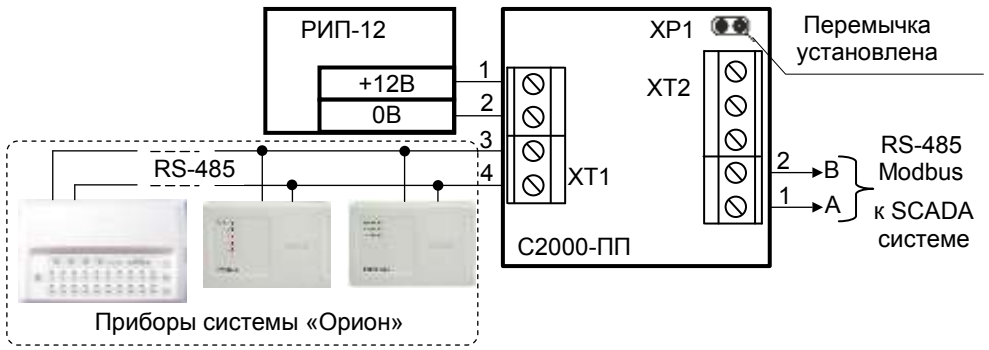

Рисунок 6. Подключение преобразователя «С2000-ПП» в режиме «Орион-Master»
4.2.1 Подключите к клеммам ХТ2.1 и ХТ2.2 преобразователя линии А и В интерфейса RS-485 «Modbus/TD» (рис. 6 и 7) в случае, если преобразователь используется для: